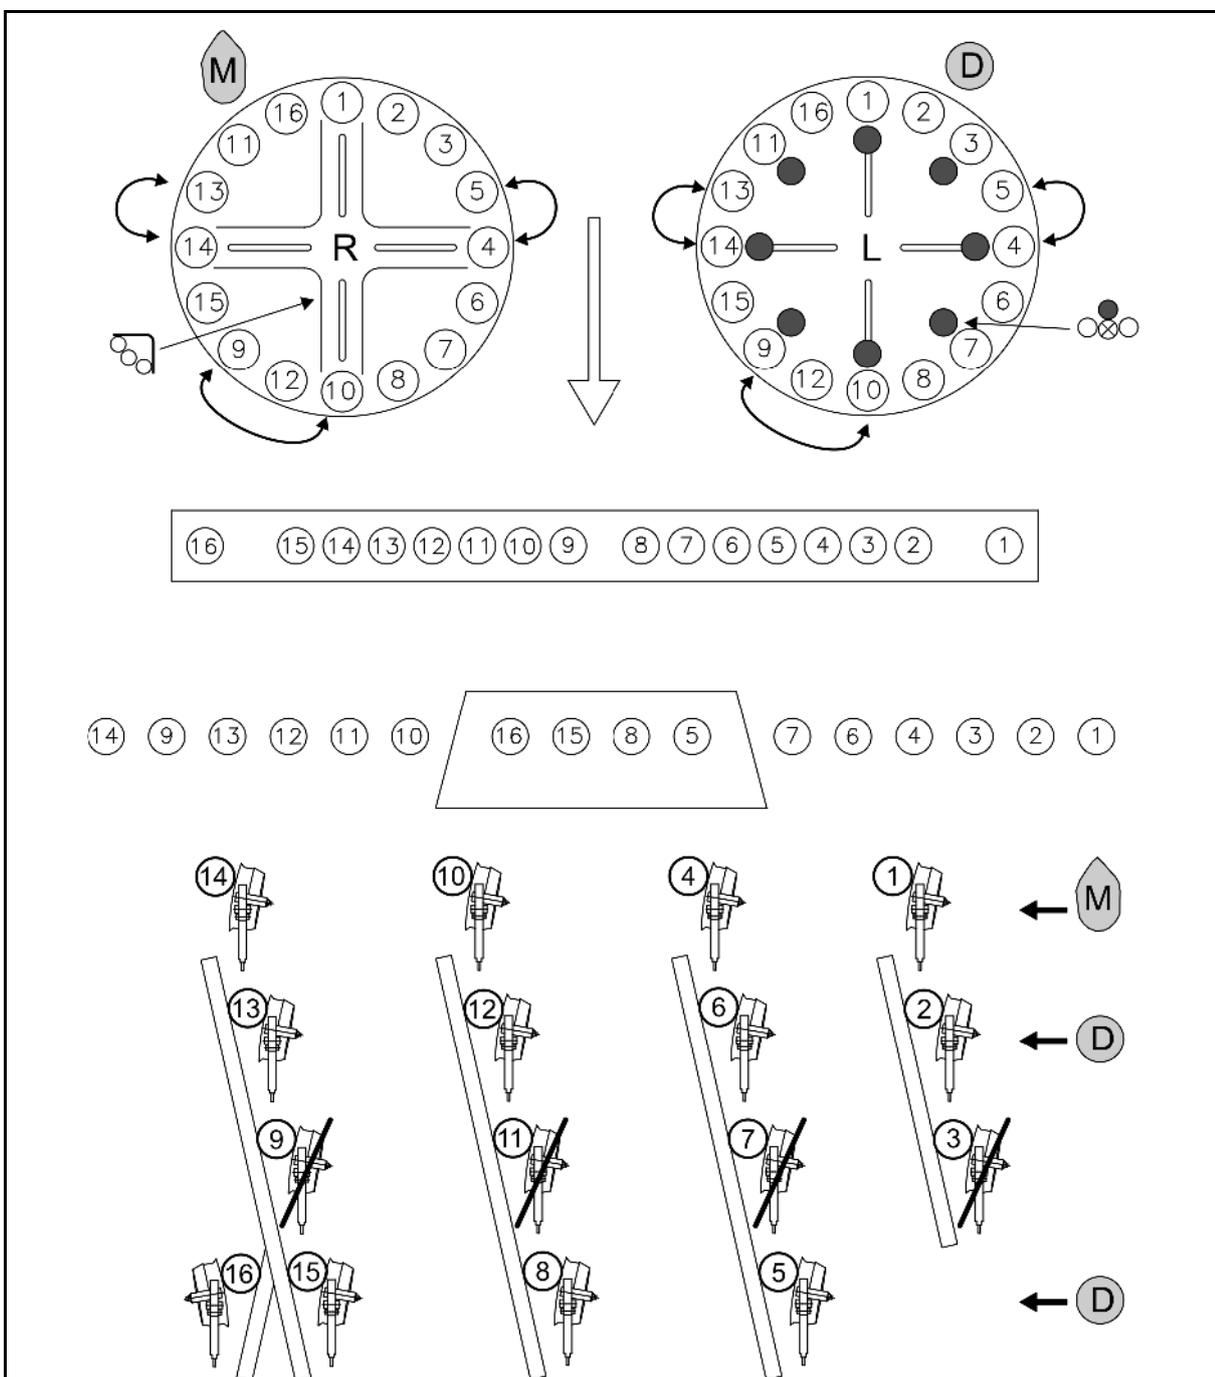

Fig. 39
- Maíz **M**: Montar las chapas de cierre correctamente Fig. 39.
- Abono **D**: Montar los tapones de cierre correctamente Fig. 39.